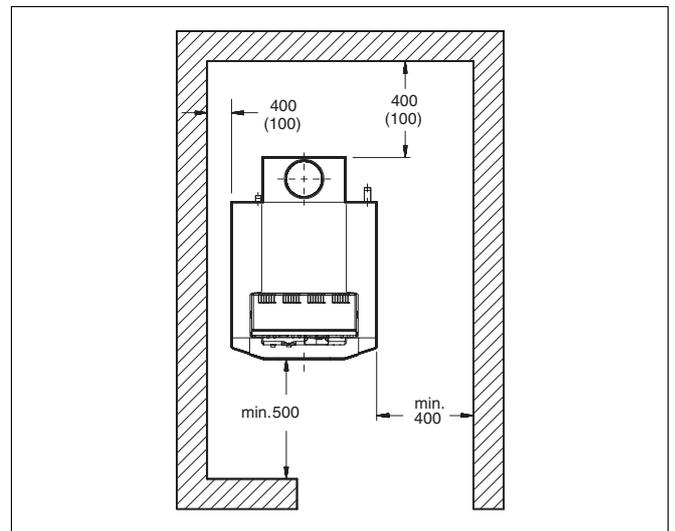

Abb. 3 Aufstellraum (Maße in mm)
- Beim Aufstellen des Heizkessels sind die angegebenen Mindestmaße (Maße in Klammern) einzuhalten. Um die Montage-, Wartungs- und Servicearbeiten zu vereinfachen, sind die empfohlenen Wandabstände zu wählen (Abb. 3).